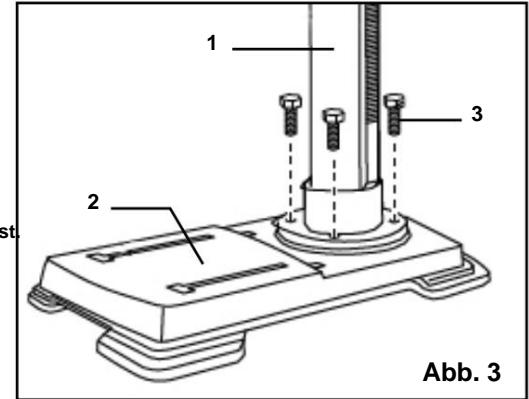

Abb. 3
BEFESTIGEN DER SÄULE AN DER BASIS (ABB. 3)
1. Platzieren Sie die Säulenbaugruppe (Abb. 3 - 1) auf der Basis (Abb. 3 - 2) und richten Sie dabei die Säulenstützlöcher an den Basislöchern aus.
2. Setzen Sie in jedes Säulenstützloch eine Sechskantschraube (Abb. 3 - 3) ein und ziehen Sie die Schrauben mit dem verstellbaren Schraubenschlüssel (nicht im Lieferumfang enthalten) fest.